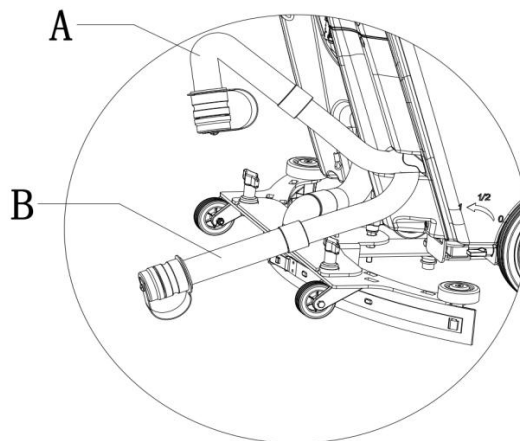

Figura 10
1. Scoateți furtunul de scurgere și îndoiți capătul superior (ca la A în Figura 10). Apoi puneți jos furtunul de scurgere și deșurubați capacul pentru a goli rezervorul (ca la B în Figura 10).
Asigurați-vă că furtunul de scurgere este pus într-un loc mai jos sau la sol (ca la A sau B din Figura 10) pentru a evita stropirea cu apă murdară a operatorului.